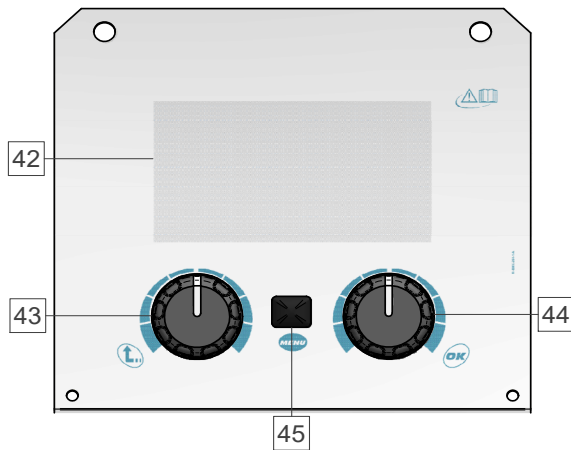

Figure 8
- Affichage PRO (Figure 8)
- Sélectionner l'un des affichages (Basic – Figure 7 ou PRO – Figure 8).